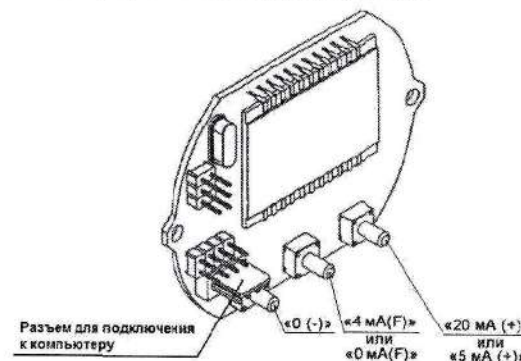
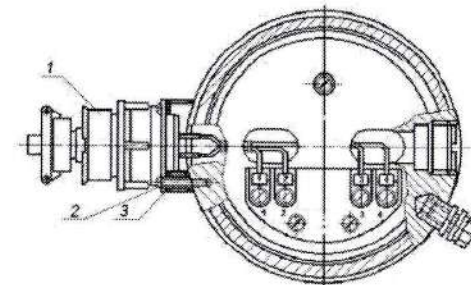
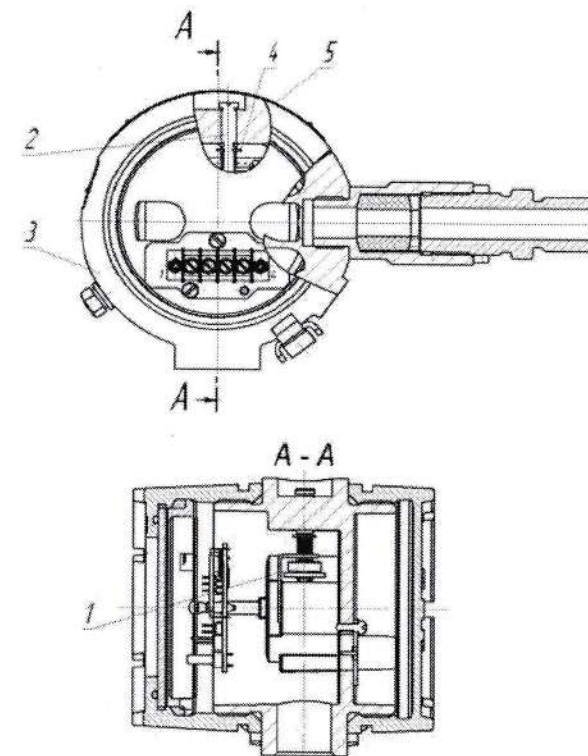

Рисунок 6 – Внешний вид платы электронного преобразователя (платы индикатора)
Рисунок 7 – Вариант конструкции электронного преобразователя с разъемом
Рисунок 8 – Электронный преобразователь со специальным кабельным вводом для взрывонепроницаемой оболочки
В зависимости от назначения преобразователя давления, в электронный преобразователь установлен обычный кабельный ввод или электрический разъем (см. рисунок 7), или специальный кабельный ввод - для вида взрывозащиты «взрывонепроницаемая оболочка» (см. рисунок 8).
В преобразователях давления с видом взрывозащиты «взрывонепроницаемая оболочка» имеется кнопка 1 (см. рисунок 8) для корректировки «нуля» во взрывоопасной зоне, привод которой осуществляется с помощью валика 2. Замыкание этой кнопки осуществляется нажатием на валик. Валик пропущен через отверстие в корпусе 3 электронного преобразователя. Осевое перемещение валика внутрь электронного преобразователя ограничено буртиком в верхней части валика. Выдавливание валика наружу исключается шайбой 4 (шайба 3.65Г ГОСТ 11648-75), устанавливаемой в проточку валика. При этом наружный диаметр шайбы превышает диаметр отверстия в корпусе электронного преобразователя. В табличке 5 (с параметрами преобразователя), установленной на корпусе 3, для доступа к валику предусмотрено отверстие.
У преобразователей Сапфир-22МПС, Сапфир-22МПС-Ех подсоединение кабеля в соответствии с заказом может производиться через разъем 1 типа 2РМ (рисунок 7), вилка которого крепится на корпусе электронного блока с помощью четырех винтов 2, через прокладку 3.
Конструкция преобразователя давления обеспечивает возможность поворота электронного преобразователя на угол не менее $\pm 170^\circ$. Для этого требуется ослабить контргайку (см. рисунок 8а), стопорящую электронный преобразователь. После выполнения поворота контргайку необходимо затянуть.
Конструкция электронного преобразователя обеспечивает возможность поворота индикатора с шагом 90° . Для этого необходимо снять крышку (см. рисунок 8а), отвернуть два винта, которые крепят панель и находящийся под ней электронный блок (плату индикатора), установить их в нужном положении, винты завернуть.
Рисунок 8а – Общий вид электронного преобразователя
1.3.6.2 Конструкция электронного преобразователя обеспечивает возможность при выходе его из строя произвести замену электронного блока (платы индикатора) (см. рисунок 6). Для замены платы необходимо снять крышку, отвернуть два винта, которые крепят панель и электронный блок (плату индикатора) (см. рисунок 8а). Провода, подходящие к плате, следует откусить непосредственно у места подпайки и зачистить. Подсоединить провода к новой плате под соответствующие винтовые зажимы клеммных колодок; цвета проводов - согласно маркировке, нанесённой на колодки. Затем следует установить на место электронный блок (плату индикатора) и панель, завернуть винты, установить крышку.